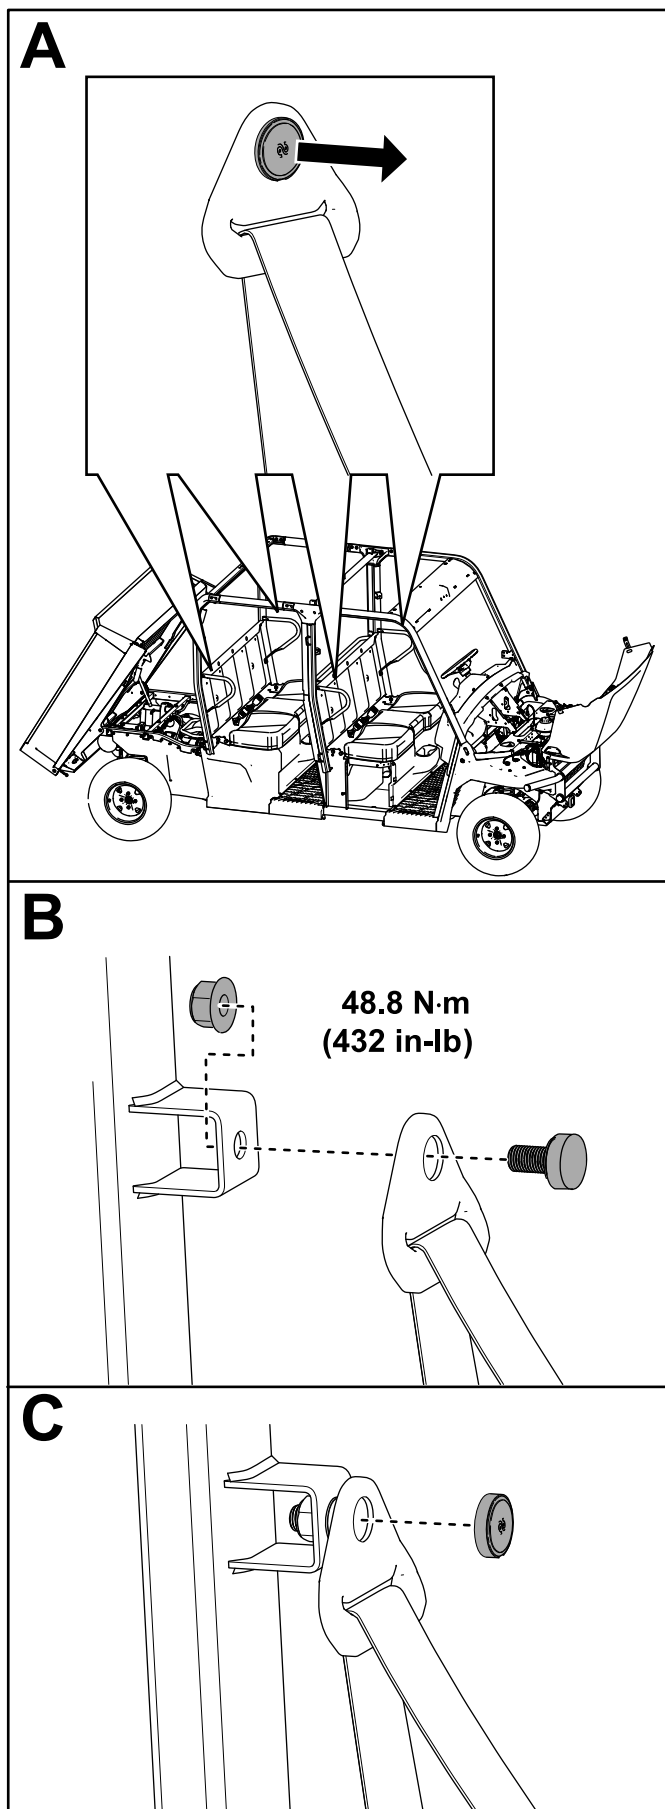

図 54
- A. シートベルトの上部にあるキャップを外す 図 54。
- B. シートベルトを ROPS のシートベルトブラケットに通して固定するロックナット 7/16" を使用して 図 54 のように固定する。
- 図 54 のように、ロックナット 7/16" を 48.8 N·m 5.0 kg.m = 432 in-lb にトルク締めする。
- C. キャップを取り付ける 図 54。